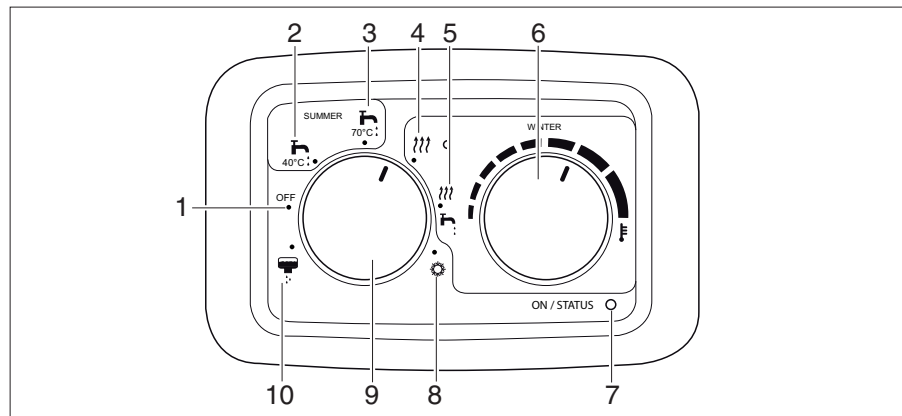

Bild 215 Panel Webasto Dieselheizung
Das Heizgerät wird für die Bereitstellung von warmem Trinkwasser genutzt. Das Wasser wird aufgeheizt und auf Temperaturen von 40°C oder 70°C gehalten. Der Heizluftventilator zur Beheizung des Innenraums ist nicht aktiviert. Fällt die Wassertemperatur unter einen bestimmten Wert, wird die Verbrennung erneut gestartet. Die Anzeige (Bild 215,7) am Bedienelement leuchtet grün, solange das Gerät eingeschaltet ist.
Einschalten: ■ Betriebswahlschalter (Bild 215,9) auf Sommerbetrieb, Wassertemperatur 40 °C (Bild 215,2) oder 70 °C (Bild 215,3) einstellen.
Die Leistungsanzeige (Bild 215,7) leuchtet grün und die Anzeige am Betriebswahlschalter (Bild 215,9) leuchtet rot auf.
Ausschalten: ■ Betriebswahlschalter (Bild 215,9) auf „Off“ (Bild 215,1) stellen.
- Innentemperaturwahlschalter (Bild 215,6) auf die gewünschte Thermostateinstellung für Innentemperatur einstellen.
- Betriebswahlschalter (Bild 215,9) auf Winterbetrieb, Heizen ohne Warmwasserbereitung (Bild 215,4) einstellen.
Die Leistungsanzeige (Bild 215,7) leuchtet grün und die Anzeigen am Betriebswahlschalter (Bild 215,9) und Innentemperaturwahlschalter leuchten rot auf.
- Betriebswahlschalter (Bild 215,9) auf „Off“ (Bild 215,1) stellen.
- Betriebswahlschalter (Bild 215,9) auf Winterbetrieb, Heizen mit Warmwasserbereitung (Bild 215,4) einstellen.
Enthält der Boiler kein Wasser und Winterbetrieb, Heizen mit Warmwasserbereitung wird gewählt, wird eine Warnung am Bedienelement ausgegeben. Die grüne LED neben Winterbetrieb, Heizen mit Warmwasserbereitung (Bild 215,4) beginnt zu blinken.